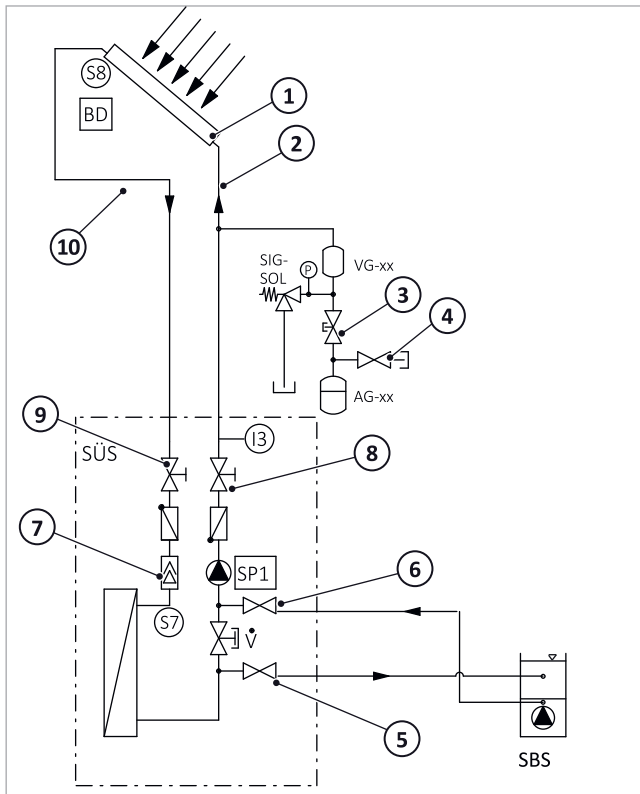

Abb. 109: Solarwärmeübergabestation: Spülen des Pumpenstranges
- Nach Neubefüllung des Solarkreises wird es im laufenden Betrieb zu Ausgasungen kommen, die sich im Luftfang der Station → Abb. 109, S. 57 (7) sammeln. Diese Ausgasungen nehmen mit zunehmender Betriebsdauer ab. In den ersten Tagen nach Inbetriebnahme daher täglich und anschließend je nach abgeschiedener Luftmenge in größeren Abständen den Luftfang entlüften und den Anlagendruck kontrollieren.